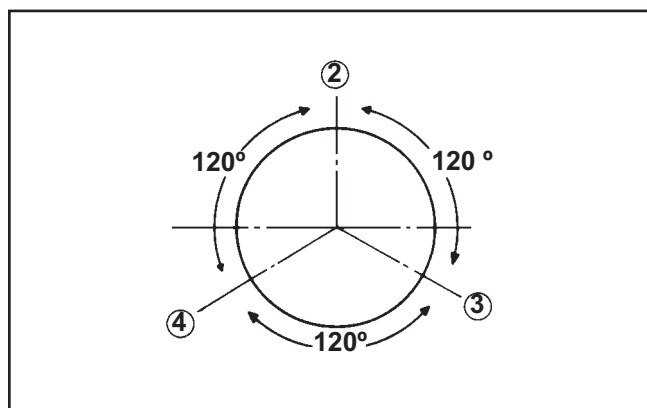

Figure 11-12. Positionnement de l'écart de segment de piston.
2. Insérer les segments de piston dans les gorges jusqu'à ce que les coupes de segment soient à un angle de 120°. Voir la figure 11-12. Les rails de la bague de commande de l'huile doivent aussi être alternés.